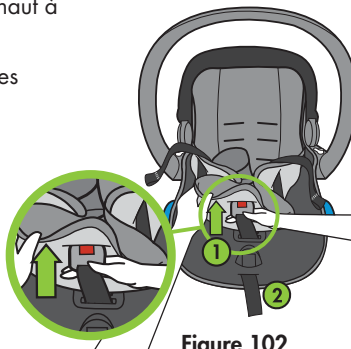

Figure 102
Poussez la sangle d'entrejambe vers le haut à travers l'ouverture de la coquille (1) et faites passer la sangle de réglage à travers la fente avant du porte-bébé dans la housse du porte-bébé (2), comme illustré à la **Figure 102**.